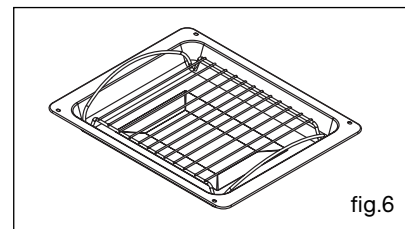

fig.6
- **Bandeja honda de 45 mm, equipada con una parrilla soporte especial para asado (fig.6)**